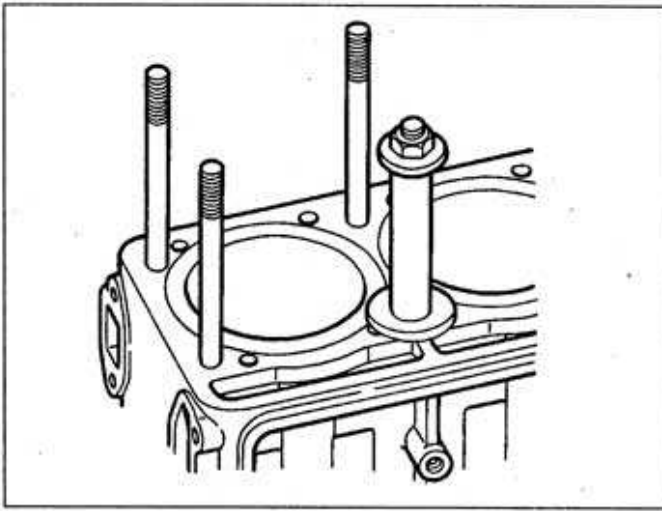

Рис. 3.52. Закрепление гильз втулками-зажимами
- закрепить втулками-зажимами гильзы цилиндров во избежание их выпадения из блока в процессе дальнейшей разборки двигателя (рис.3.52);